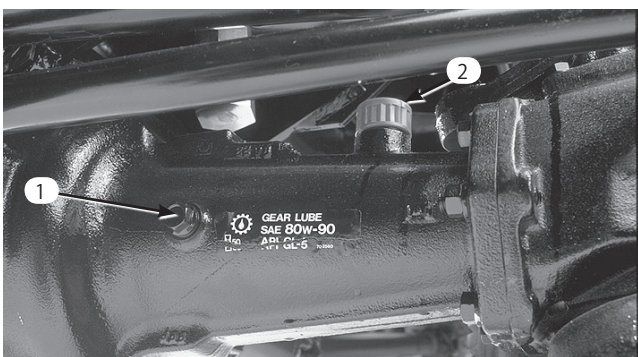

図19
2. 点検プラグを取り、オイルが各穴の下縁まであることを確認する。不足している場合は、補給プラグ (図19&20) を外して点検プラグの穴の下まで補給する。